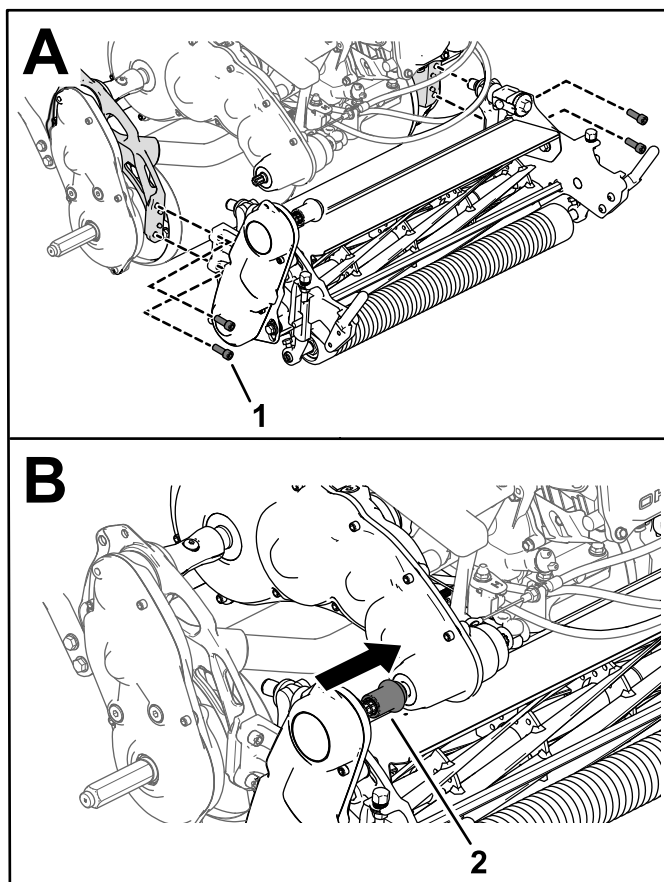

Figura 46
3. Utilice 4 tornillos allen para sujetar la unidad de corte al bastidor (**Figura 46**).
4. Deslice el acoplamiento de tracción de la unidad de corte sobre el árbol de la transmisión (**Figura 46**).